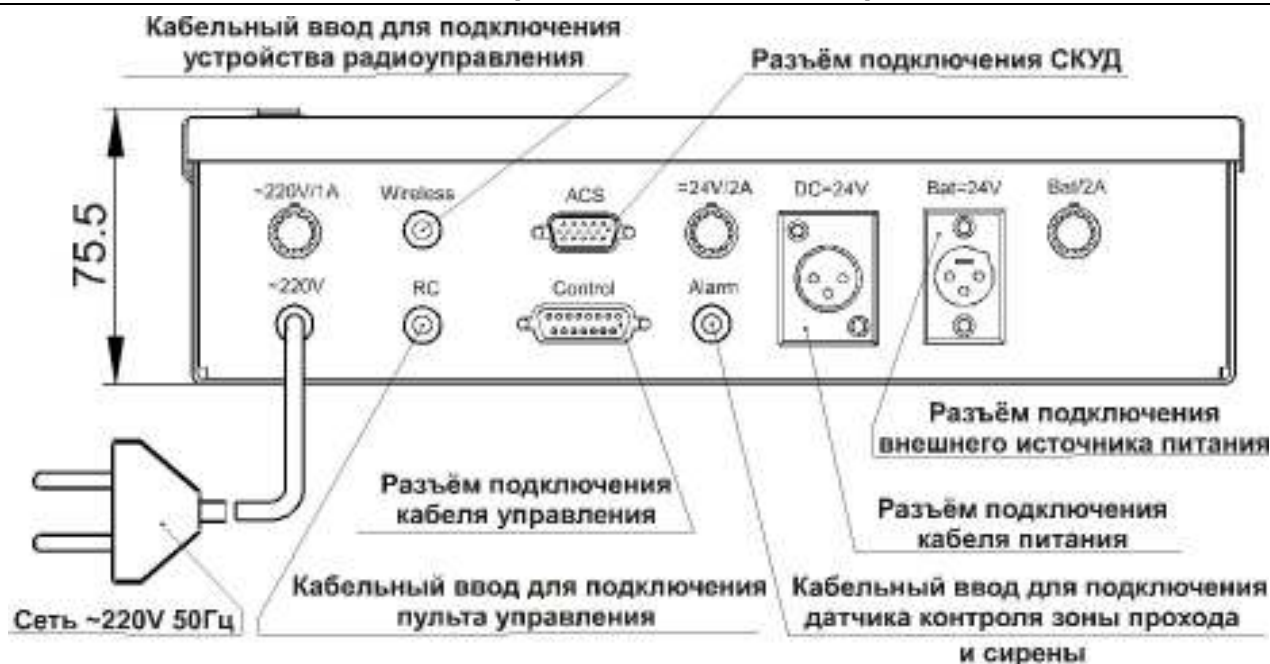

Рисунок 3 – Блок управления
Блок управления (8) предназначен для обеспечения электропитания внутреннего оборудования калитки и реализации алгоритма управления. Он выполнен в виде отдельного прибора в закрытом металлическом корпусе (см. рис. 3), который имеет возможность настенного крепления с антисдергивающей фиксацией.
Пульт управления (9) выполнен в виде небольшого настольного прибора в корпусе из ударопрочного АБС пластика и предназначен для задания и индикации режимов работы при ручном управлении калиткой. Пульт управления (9) подключается к блоку управления (8) гибким многожильным кабелем (12) через кабельный ввод в нижней панели блока (см. рис. 3 и рис. 1А Приложения А).
В корпусе блока управления (8) находятся: силовой трансформатор, модуль источников питания, модуль процессорный, два 12-вольтовых аккумулятора внутреннего РИП. На лицевой панели блока управления расположены следующие индикаторы (см. рис. 3):
Подключение СКУД производится к разъему «**ACS**» блока управления (см. рис. 3). Назначение контактов разъема «**ACS**» блока управления показано на рисунке 4. Разъем СКУД прилагается в комплекте ЗИП.